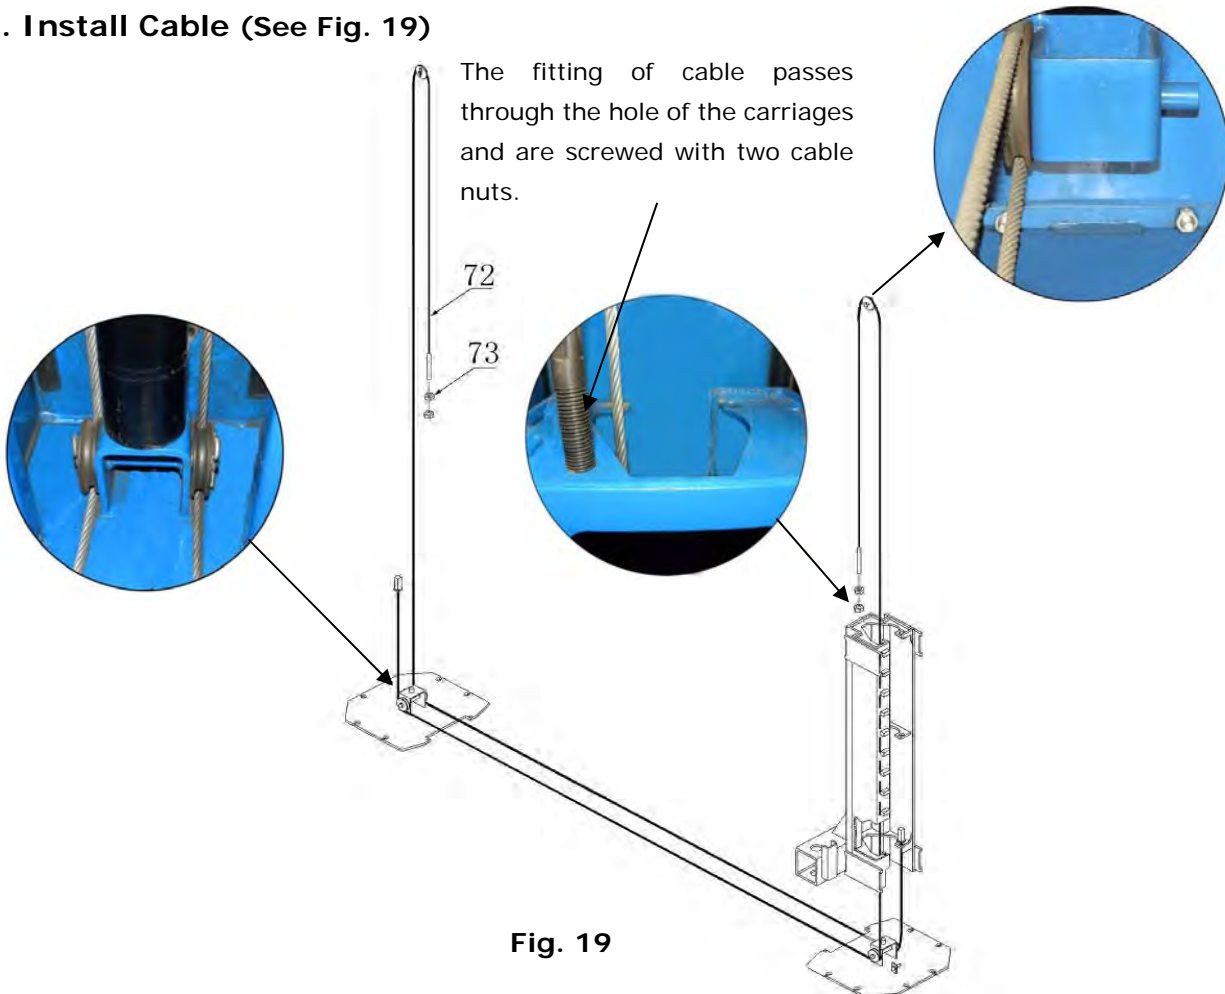

Fig. 19
I. Install Cable (See Fig. 19)